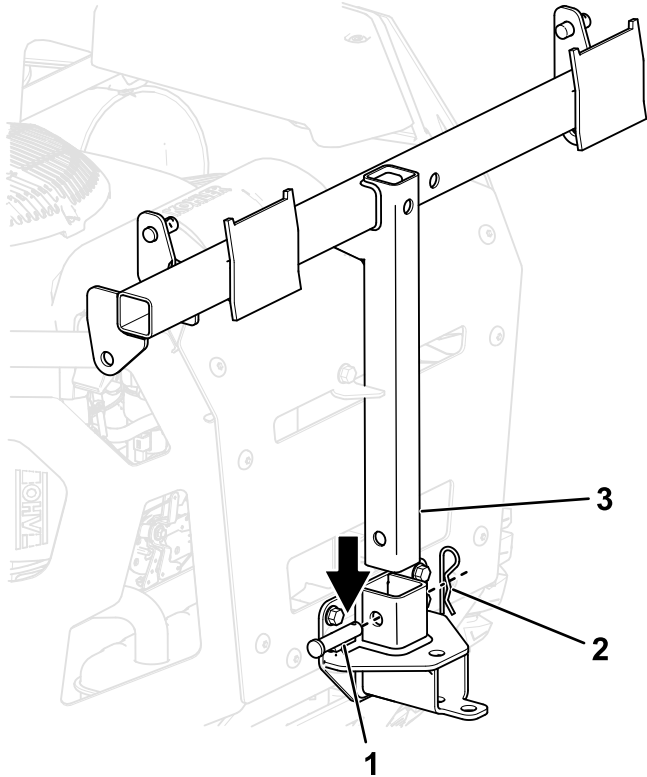

Figure 8
- Montez le cadre du système de ramassage sur le support du système de ramassage à l'aide du long axe de chape et d'une goupille fendue (Figure 8).